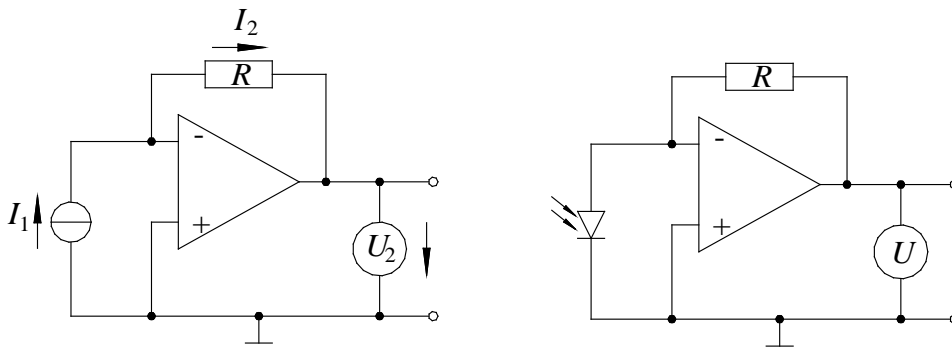

Abb. 8: *Links*: Transimpedanzverstärker. Der Kreis links mit der waagrecht verlaufenden Sehne ist das Schaltsymbol einer Stromquelle.
Ein *Transimpedanzverstärker* (Abb. 8 links), auch als *Strom-Spannungs-Wandler* oder *Stromgesteuerte Spannungsquelle* bezeichnet, wird verwendet, um einen Eingangsstrom I_1 in eine dazu proportionale Ausgangsspannung U_2 zu wandeln.
$Z = R$ bestimmt nach Gl. (35) den Proportionalitätsfaktor zwischen Eingangsstrom und Ausgangsspannung. Mithilfe großer Widerstände können beim Transimpedanzverstärker demnach kleine Ströme in große Spannungen gewandelt werden. Ein wichtiges Anwendungsbeispiel dafür ist die Umwandlung der kleinen Fotostrome einer Fotodiode (μA -Bereich) in große Spannungen (V-Bereich). Die zugehörige Schaltung zeigt Abb. 8 rechts.
Zunächst wird mit einem Ampèremeter der Fotostrom I_L bei eingeschalteter LED und der Dunkelstrom I_d bei ausgeschalteter LED gemessen. Anschließend wird der Fotostrom mit einem Transimpedanzverstärker gem. Abb. 8 (rechts) in eine Spannung gewandelt. Für fünf verschiedene Widerstände R im Bereich (1 - 20) k Ω (ausmessen mit Ohmmeter, Messwerte fehlerfrei) wird jeweils die Ausgangsspannung U_L bei eingeschalteter LED und Dunkelspannung U_d bei ausgeschalteter LED mit einem Voltmeter gemessen. Anschließend wird $(U_L - U_d)$ über R aufgetragen, aus der Steigung der Ausgleichsgeraden der Fotostrom I bestimmt und mit dem zuvor ermittelten Messwert $I = I_L - I_d$ verglichen.